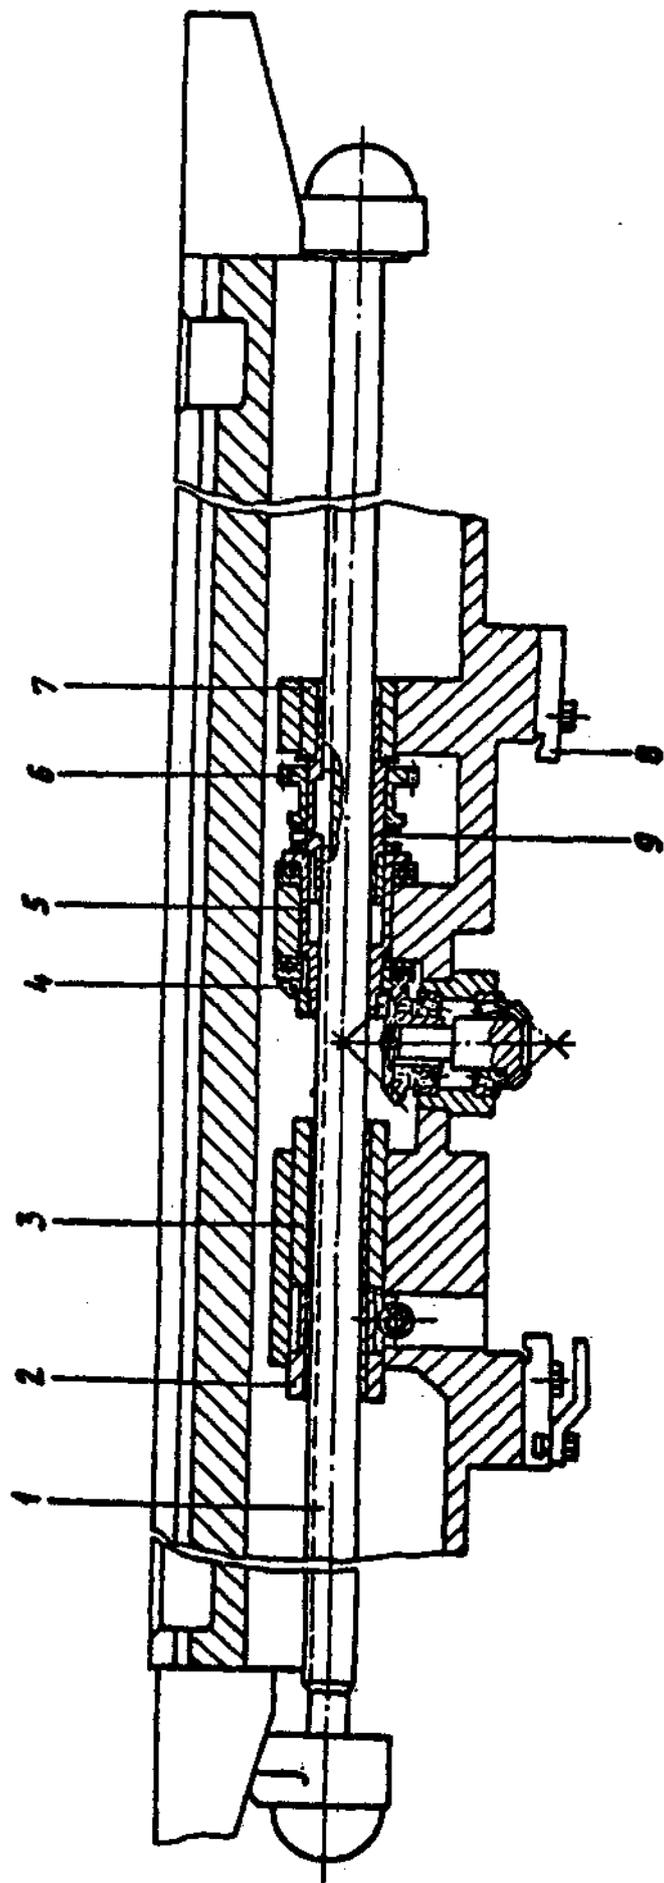
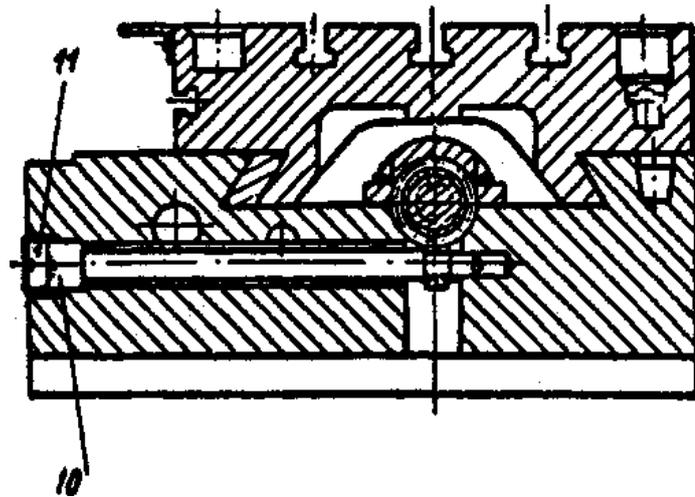
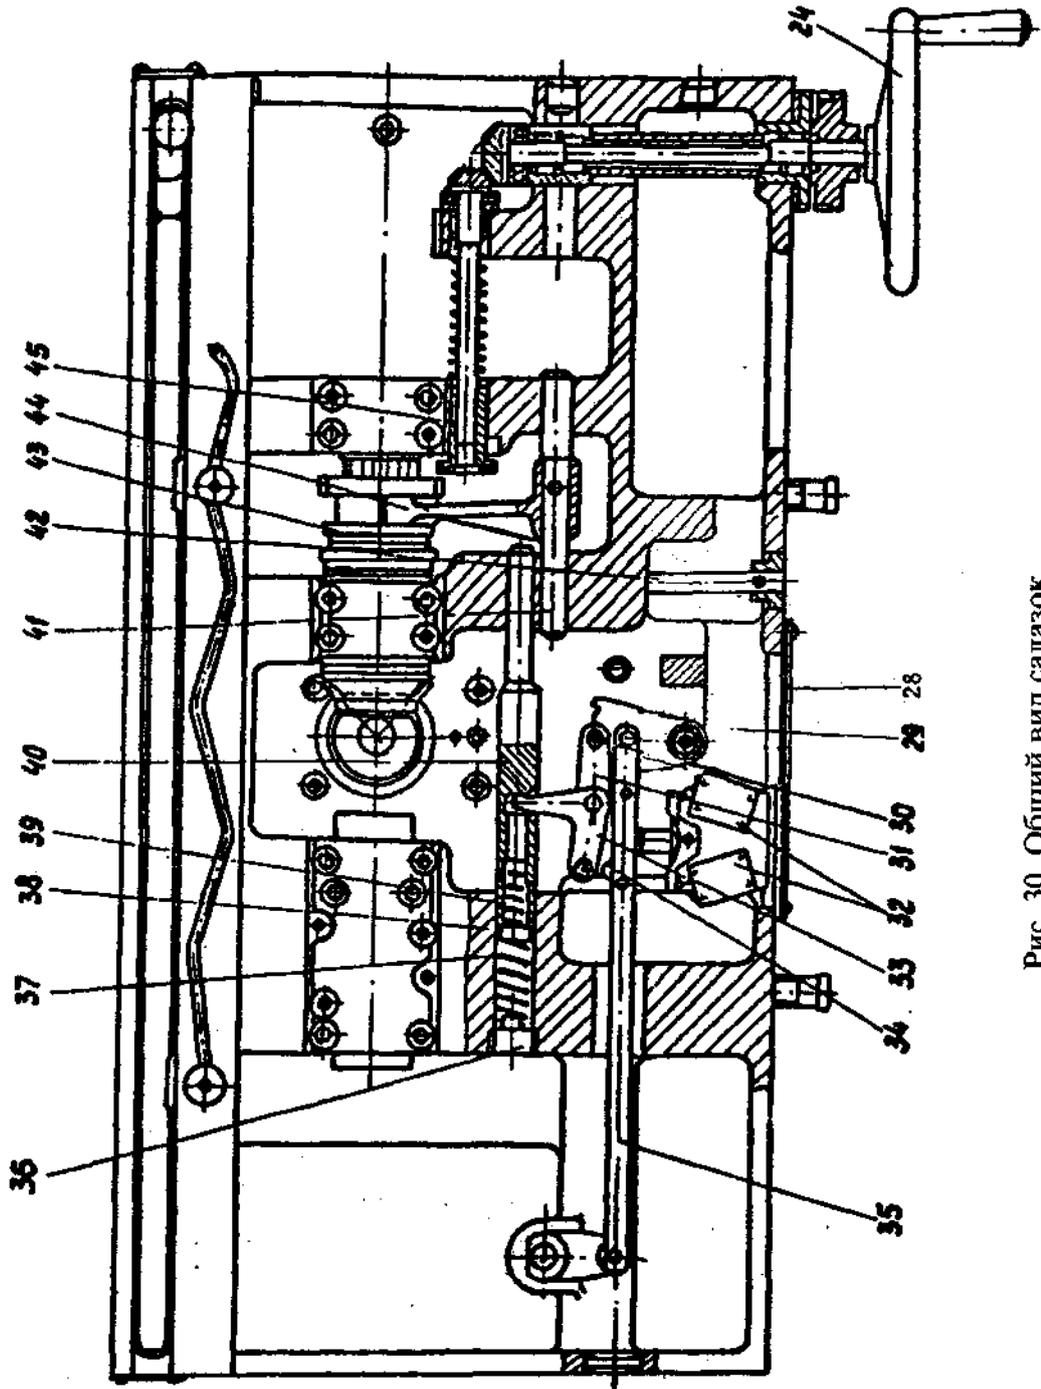

Рис. 26. Разрез по ходовому винту
Рис. 27. Регулирование зазора в ходовом винте
Рис. 30. Общий вид салазок
**6.16. Стол-салазки** (рис. 26) обеспечивают продольное и поперечное перемещение стола.
Зубчатое колесо 45 (рис.30) подпружинено на случай попадания зуба на зуб. Зацепление с шестерней 45 может быть только в случае расцепления муфты 6 с втулкой 5 (см.рис.26).
Таким образом, маховик 24 (рис. 30) блокируется при механических подачах.
Гайки 2 и 3 ходового винта (рис.26) расположены в левой части салазок. Правая гайка 3 зафиксирована двумя штифтами в корпусе салазок, левая гайка 2, упираясь торцом в правую при повороте ее червяком выбирает люфт в винтовой паре. Для регулирования зазора необходимо ослабить гайку 11 (рис.27) и, вращая валик 10, произвести подтягивание гайки 2 (рис.26). Выбор люфта необходимо производить до тех пор, пока люфт ходового винта, проверяемого поворотом маховичка продольного хода, окажется не более  $3-5^\circ$  и пока при перемещении стола вручную не произойдет заклинивание винта на каком-либо участке, необходимом для рабочего хода.
После регулировки нужно затянуть контргайку 11 (см. рис.27), зафиксировать валик 10 в установленном положении.
Зажим салазок на направляющих консоли обеспечивается планкой 8 (см. рис. 26).
Рукоятка 21 жестко соединена с осью 20 и поворачивает рычаг 18, по криволинейной поверхности которого в процессе переключения катится ролик 30 (см. рис.30). При нейтральном положении рычага ролик находится в средней впадине, при включенном - в одной из боковых впадин.